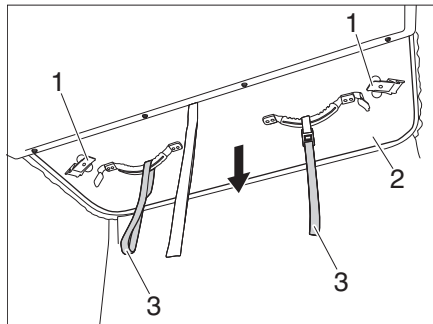
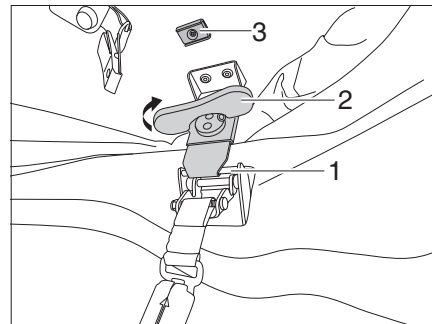

Bild 49 Aufstelldach nach unten ziehen
Bild 50 Verriegelung spannen
- ▷ Darauf achten, dass die Verschlusshebel (Bild 49,1) oben am Magnet fixiert sind.
- Prüfen, ob die Verriegelungen durch die Magneten (Bild 50,3) fixiert sind.
- Aufstelldach (Bild 49,2) an den Ziehvorrichtungen (Bild 49,3) nach unten ziehen.
- Verschlusshebel (Bild 49,1) vom Magnet (Bild 50,3) lösen und in die Rastung (Bild 50,1) einhängen.
- Drehgriff (Bild 50,2) der Verriegelung im Uhrzeigersinn drehen, bis die Verriegelung fixiert ist.
- Drehgriff (Bild 50,2) nach oben klappen.